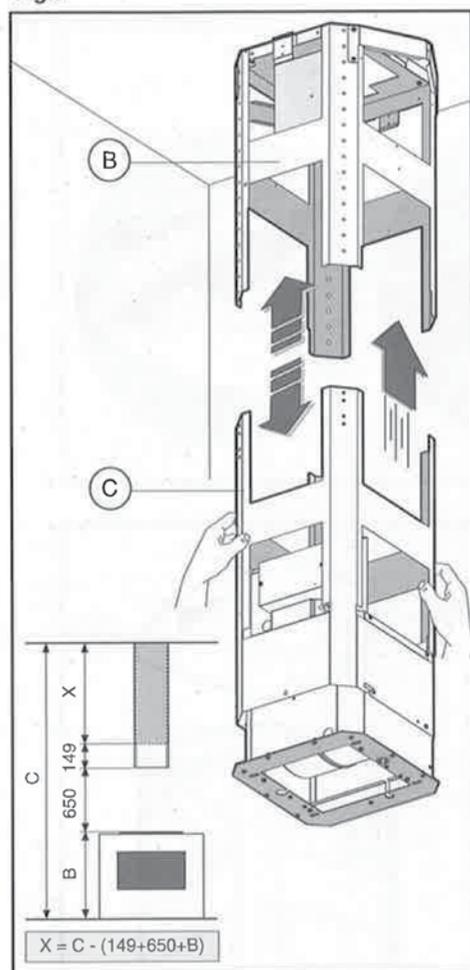
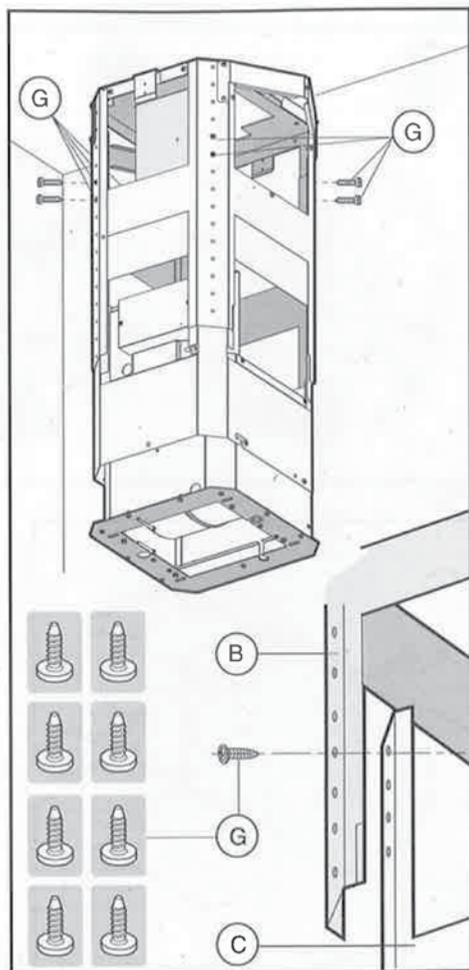

Fig.6
Fig.7
- Prendere, la parte inferiore della struttura telescopica **C** ed inserirla su quella superiore **B** (fig.6).
Per evitare graffi al camino superiore occorre prima regolare l'altezza desiderata facendo riferimento alle quote indicate in (fig.6) e bloccarla mediante le 8 viti **G** in dotazione (fig.7).